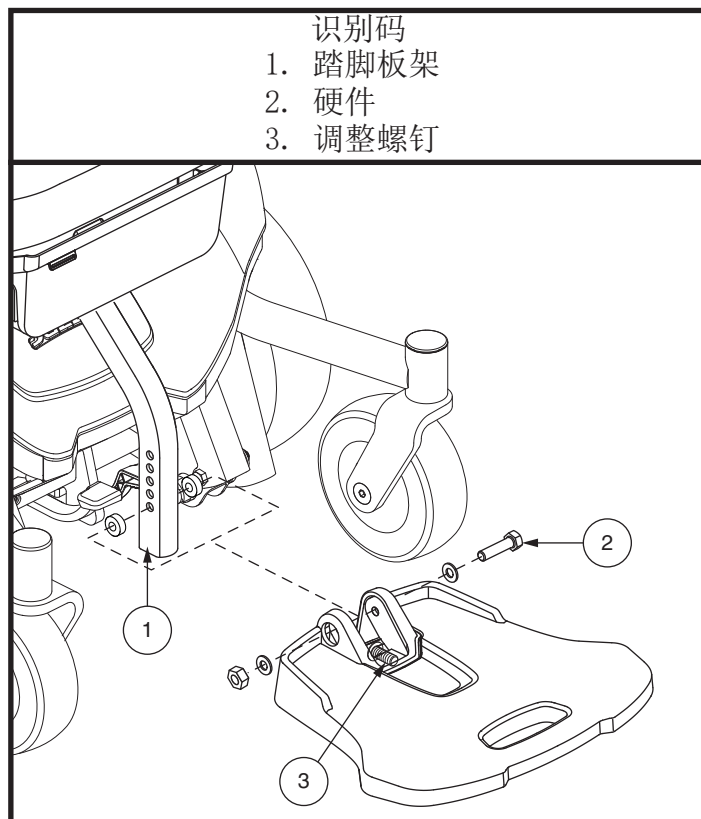

图 13. 踏脚板角度调整
1. 除去将踏脚板固定至踏脚板架上的硬件。见图13。
您可调整踏脚板角度。见图13。
1. 在坐上轮椅后，将腰带一头的金属头插入另一头的塑料扣中，直到听到咔的一声。见图 13。